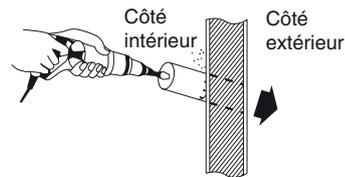

Fig. 3-7
- (4) Avec une scie sauteuse, une scie à guichet ou un accessoire de carottage monté sur perceuse, découper un trou dans le mur. Voir le Tableau 3-1 et la Fig. 3-7.